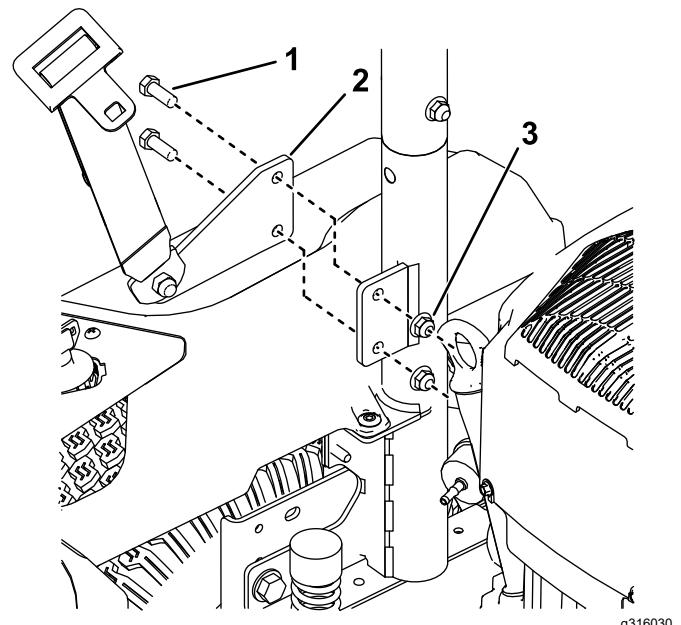

Figura 13
2. Instale os suportes do cinto de segurança no exterior das montagens do ROPS (Figura 13).
5. Instale o suporte esquerdo do módulo na estrutura da máquina utilizando os dois parafusos autorroscantes (5/16 x 3/4 pol.) como se mostra na Figura 13.